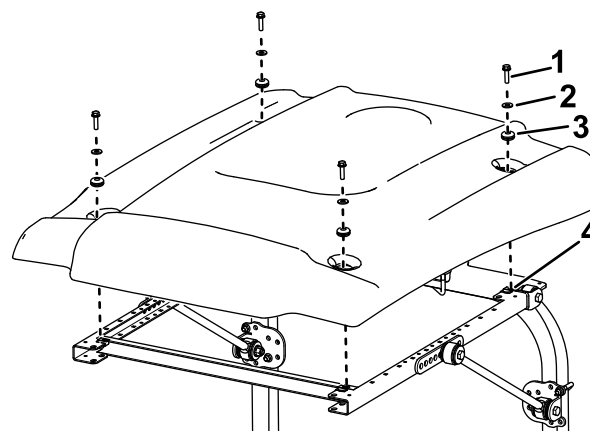

Figura 49
9. Durante l'allineamento dei fori di montaggio, posizionate il parasole sul telaio come mostrato in **Figura 49**.
10. Montate, senza serrarlo, ciascun angolo del parasole sul telaio con un bullone a testa flangiata ($\frac{5}{16}$ " x 1") con una rondella piccola e un gommino (**Figura 49**).